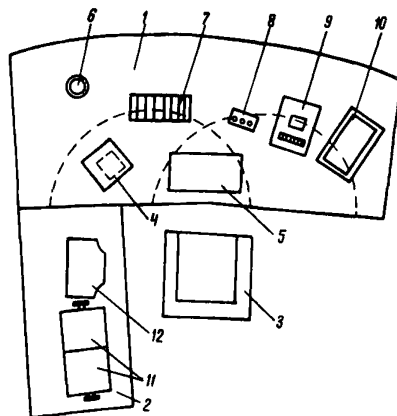

Рис. I-2. Организация рабочего места начальника цеха (I вариант):
- рабочая зона, оснащенная письменным столом с тумбой, книжным шкафом и рабочим креслом (рис. I-2, I-3);